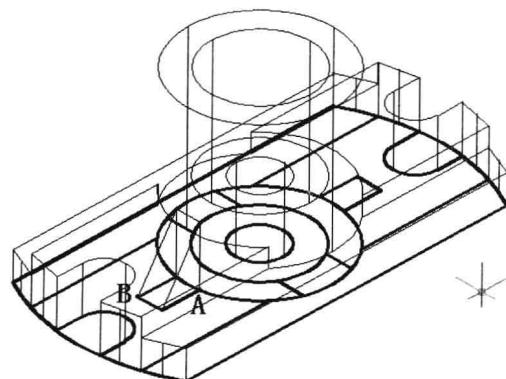

图11-2-10
(12) 在“建模”面板中，单击“圆柱体”下面的向下三角形按钮 \downarrow ，在弹出的列表中单击“楔体”按钮，单击三维图形中的点A和点B，输入高度25，按Enter键，创建一个楔体，如图11-2-10所示。